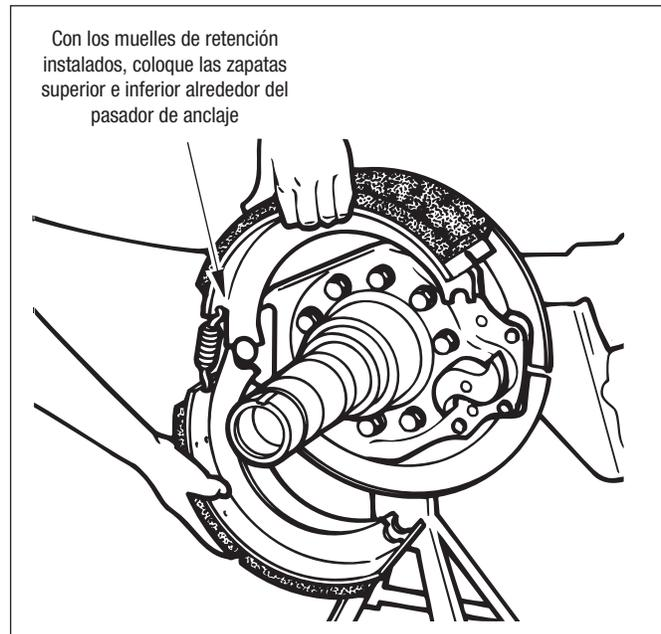

Figura 61 – Ubicación de la zapata superior e inferior
4. Coloque las zapatas superior e inferior alrededor del pasador de anclaje. Consulte la figura 61.